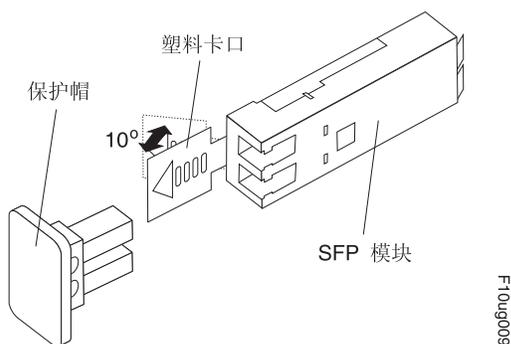

图 21. 松开塑料类 SFP 模块滑锁
- 对包含塑料卡片的 SFP 模块，如图 21 中所示，通过把塑料卡片向外拔出 10° 来松开 SFP 模块滑锁。